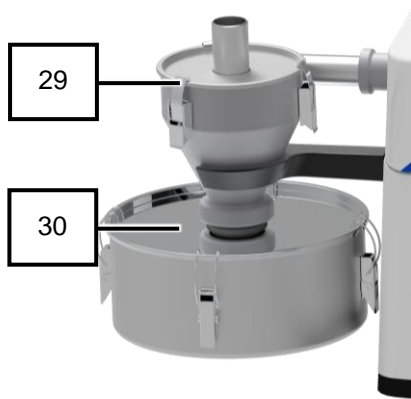

Abb. 29: Gerät mit Zyklonabscheider
15.  auf dem Touchdisplay (6) drücken, um den Mahlvorgang zu beenden.
17. Mahlgut aus dem Auffangbehälter (30) des Zyklonabscheiders (29) entnehmen (Abb. 29).